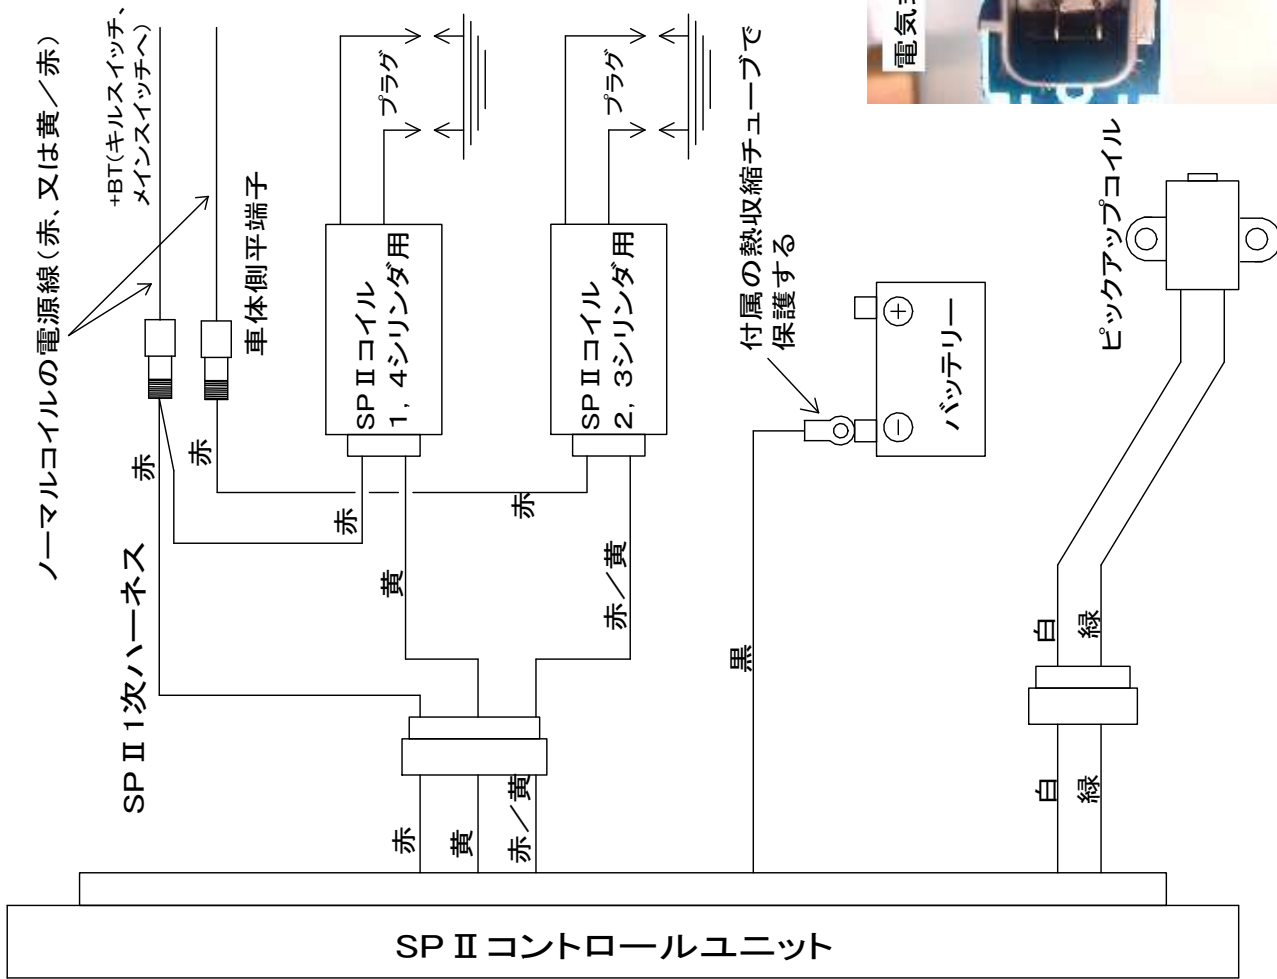

図7、SP II 点火システム配線図
- ⑥SP II コントロールユニットの取付位置を決めてください。スイッチ面に水などが溜まらないように配置して下さい。
- ⑦SP II コントロールユニット用コネクタの配線を適当な長さでカットし、付属のコネクタを配線図のように取り付けて下さい(図7)。